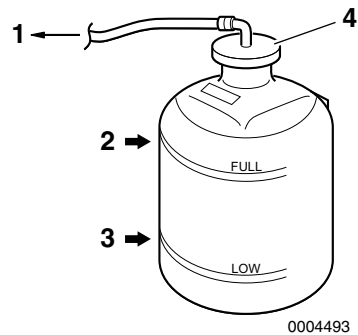

Figure 12
6. Vérifiez le niveau du liquide de refroidissement dans le réservoir. Le niveau doit être situé à la marque PLEIN (**Figure 12, (2)**).
7. Retirez le bouchon du réservoir (**Figure 12, (4)**) pour ajouter du liquide de refroidissement si nécessaire. N'ajoutez pas d'eau.
9. Vérifiez le tuyau en caoutchouc (**Figure 12, (1)**) reliant le réservoir au réservoir de liquide de refroidissement / échangeur de chaleur. Remplacez-le s'il est endommagé.